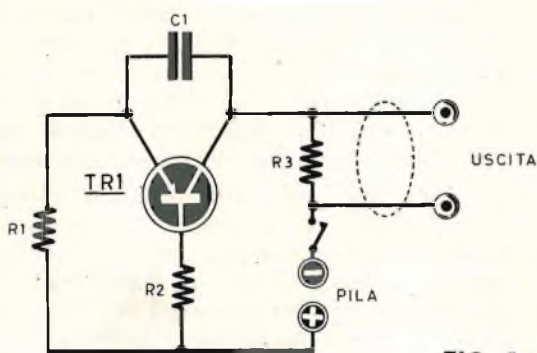

FIG. 1
Come vedete dal disegno d'insieme riprodotto in Fig. 1, l'ala occupa la parte più importante di tutta la costruzione. La realizzazione è a traliccio quindi comporta la costruzione di centine, longherone, bordo d'entrata e di uscita. L'ala dovrà essere costruita in due semiali o mezziali che andranno poi unite in modo da formare un'ala unica da infilare nell'apposita apertura lasciata nella fusoliera.
Collegherete la parte mobile a quella fissa con l'aiuto di 8 strisce di tessuto molto fitto (fettuccia) disposte come in Fig. 1.
Per il carrello non vi sono particolari esigenze e voi potrete montare quello del tipo che vedete in Fig. 1 o un altro a vostra scelta ugualmente efficace.
**A**i radoriparatori particolarmente TV, ed ai radioamatori più evoluti, che abbisognano di precise misure e controlli, è dedicato il circuito a fig. 1.
E veniamo al tuffo vero e proprio. Cominceremo dalla partenza da seduti con i piedi immersi nell'acqua come vedete in fig. 1.
Notate in Fig. 1 la rigidità delle braccia con le mani ben tese e la testa abbassata per « infilarsi » nell'acqua e non caderci dentro battendo il viso o esibendovi nelle cosiddette «spanciate» così poco piacevoli sia per voi che battete sia per chi vi sta a guardare.
Anche per questo secondo esercizio manterremo la partenza da una base fissa come avete visto in Fig. 1. Ora la partenza avviene con un ginocchio che poggia a terra e l'altro sollevato per consentire la spinta. Notate come le dita del piede destro fanno presa sul bordo della piscina (Fig. 2) permettendo uno slancio leggermente più veloce di quello cui abbiamo accennato in fig. 1.